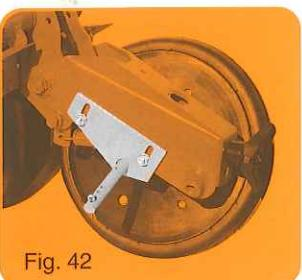

Fig. 42
- Bloc anti-dévers (fig. 42).
- Kurzer Andruckrollenhalter (fig. 42)
- Short back wheel holder unit (fig. 42).